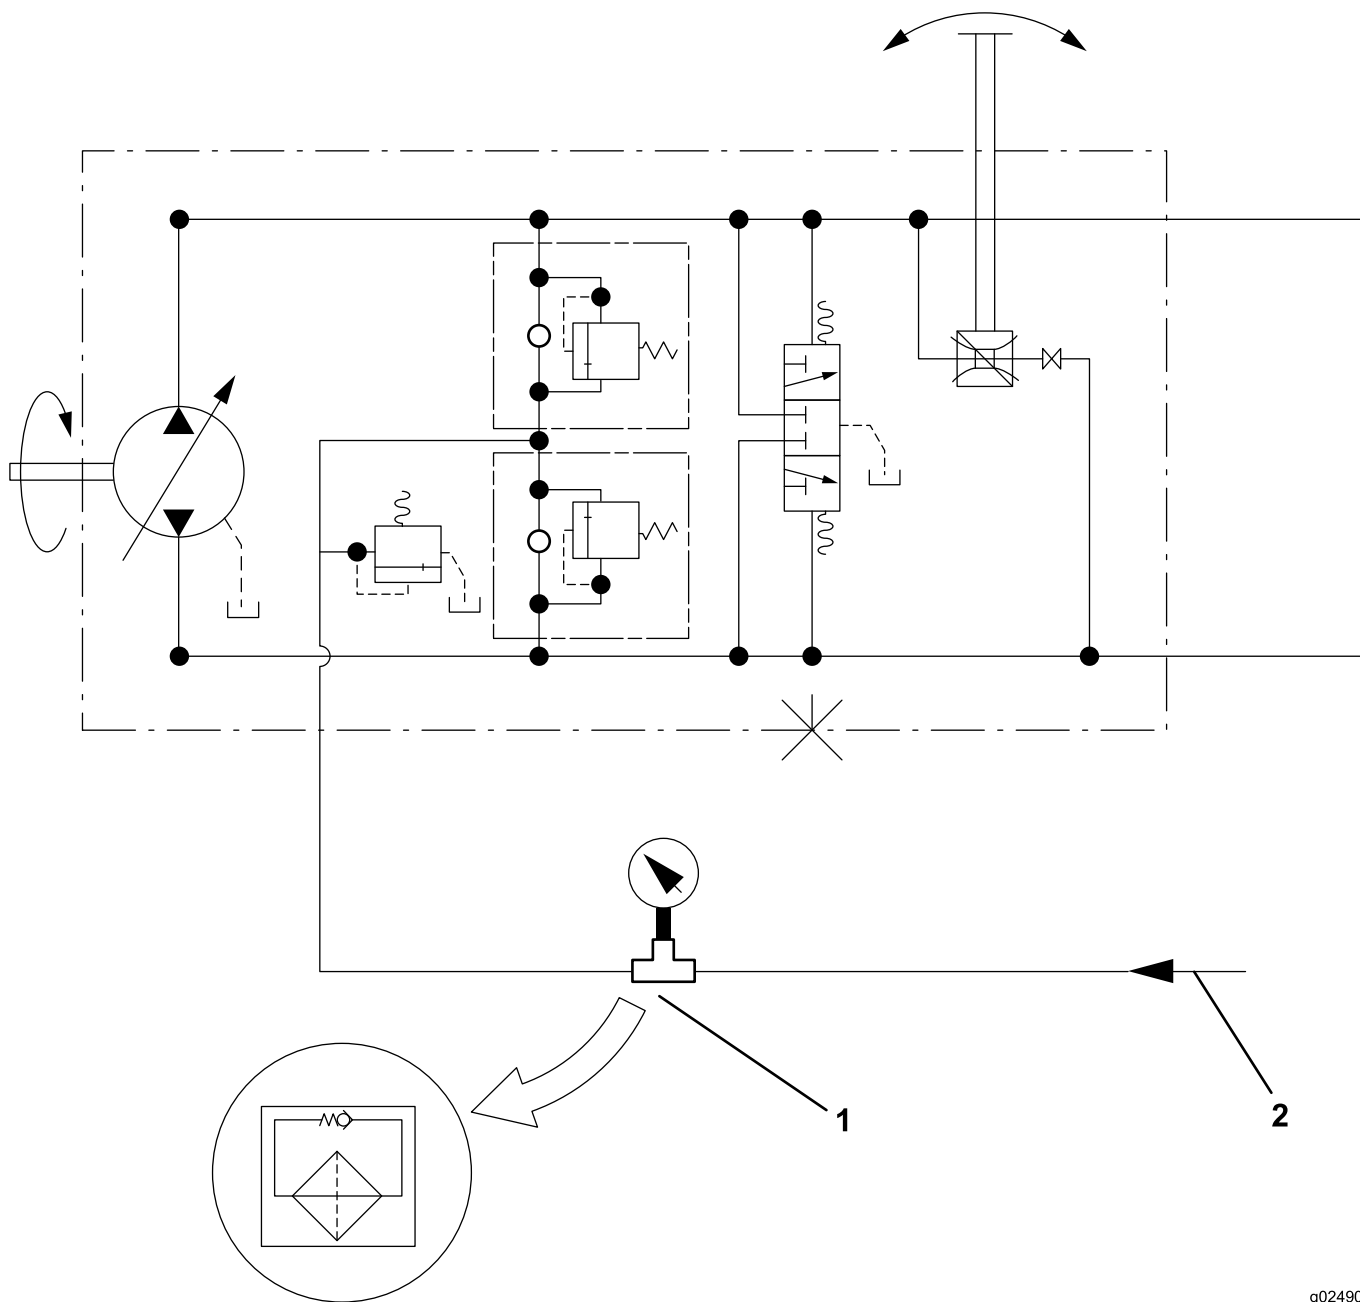

图5
4. 如图5 中所示，卸下较小的充油液压油过滤器头组件，沿着充油供应管安装一个 34.50bar 压力表。如果压力表是流量表总成的一部分，应确保在执行以下检测之前，流量表不受限制。